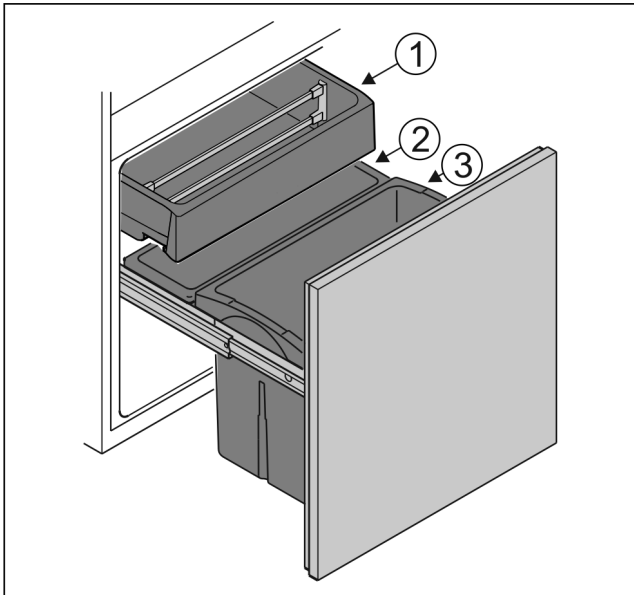

Fig. 4
- ▶ Резервуар Fig. 4 (1): Вложить не упакованные южные фрукты и овощи.
- ▶ Резервуар Fig. 4 (2): Вложить не упакованные мелкие фрукты и овощи.
- ▶ Резервуар Fig. 4 (3): Вставить отдельные бутылки.